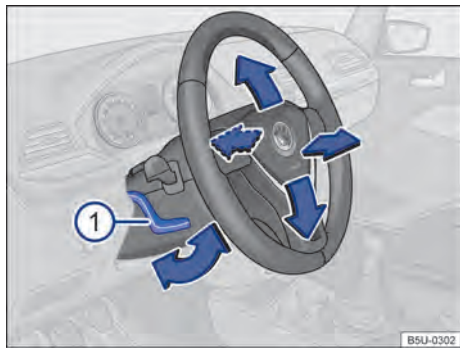

Fig. 52 Debajo y a la izquierda del volante junto con el revestimiento de la columna de dirección: palanca de ajuste de la posición del volante.
- Empujar la palanca hacia abajo sosteniéndola por su empuñadura → fig. 52 ①.